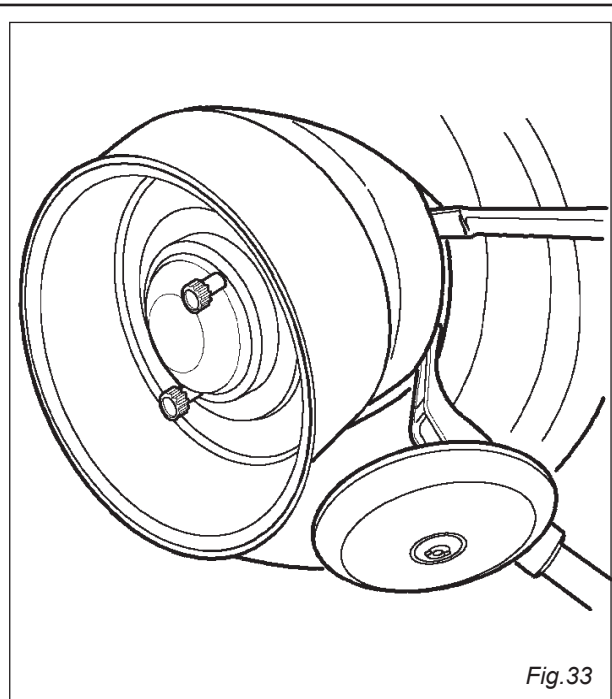

Fig.33
13) Den Hebel rechts vom Werkzeug zwischen Felge und Wulst stecken (Abb. 33).